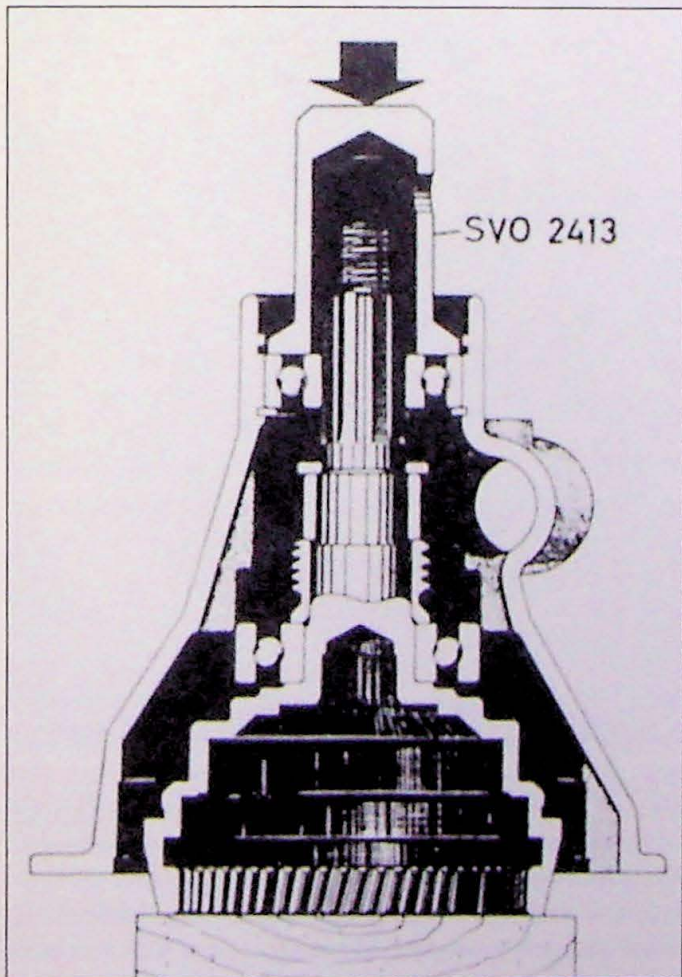

Fig. 7.11. Montage van de uitgaande as
1. Ondersteun de uitgaande as met een houten klos. Monteer het snelheidsmetertandwiel, afstandshuls en drukplaatje en de beide lagers. Druk de achterste helft van het huis aan met SVO 2413 (Fig. 7.11). Pers de keerring met SVO 2422 in. Monteer de aandrijfflens met een passende huls of met SV 2412 in. Monteer ring en moer. Draai vast en borg de moer.